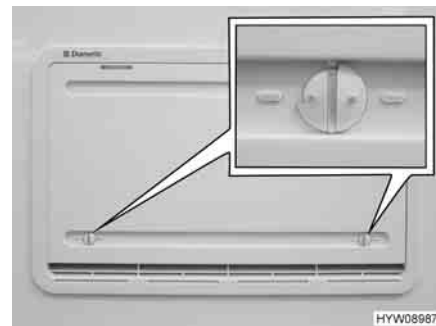

Fig. 161 Copertura invernale
Le coperture invernali (Fig. 161) proteggono il gruppo frigorifero dall'aria fredda. Posizionare le coperture invernali davanti a entrambe le griglie di aerazione quando la temperatura esterna scende al di sotto di +10 °C (sia per funzionamento elettrico che a gas).
- Aprire entrambi i bloccaggi (Fig. 161), la scanalatura risulterà orizzontale.